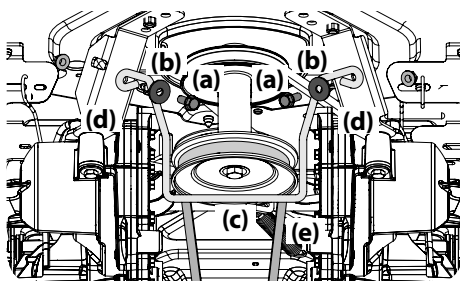
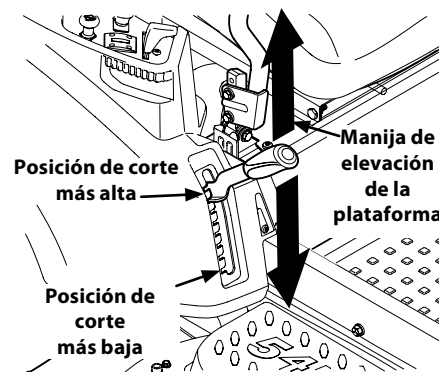

Figura 4-10
Figura 4-12
- Extraiga el tornillo de arandela hexagonal (a), la arandela plana (b) que asegura la varilla del guardacorreas (c) con los soportes de montaje (d) y retire varilla del guardacorreas (c). Consulte la Figura 4-10.
- Retire la correa en 'V' (e) de la p Polea de la toma de fuerza (PTO), ubicada en la base del motor en los tractores de PTO manual, y prosiga con el Paso 9. Consulte la Figura 4-10.
- Usando la manija de elevación de la plataforma, levante la plataforma a la posición que le ofrece mayor recorrido horizontal de la correa entre las p Poleas locas de la plataforma y la p Polea de la PTO en la base del motor. Consulte la Figura 4-12.
- d. Baje la plataforma hasta la posición de corte más baja usando la manija de elevación de la plataforma. Consulte la Figura 4-12.
- e. Baje la plataforma hasta la posición de corte más baja usando la manija de elevación de la plataforma. Consulte la Figura 4-12.
11. Ubique la manija de elevación de la plataforma en la posición de corte más elevada y deslice la plataforma hacia afuera desde abajo del tractor. Consulte la Figura 4-12.
- Figura 4-12. Deslice la plataforma debajo del tractor del lado derecho del mismo, alineando las ménsulas de suspensión de la plataforma y los brazos de elevación de la plataforma.
- Reinstale la varilla del guardacorrea (Consulte la Figura 4-12 y el cable de la PTO (Consulte la Figura 4-10).